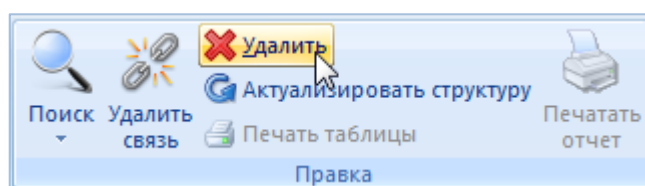

Рис. 25-21 – Кнопка «Удалить» панели «Правка»
- 3) Нажать кнопку «Удалить» панели «Правка» (рис. 25-21).